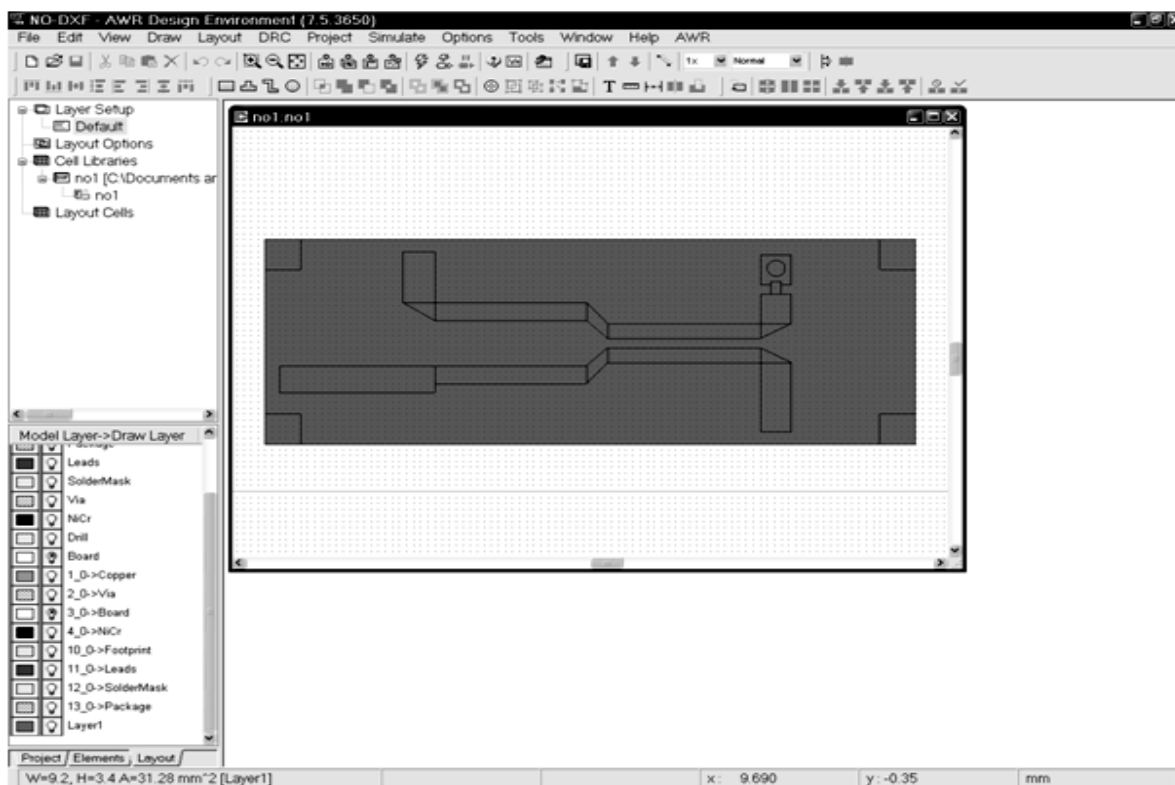

Рис. 5.116
5. В окне менеджера топологии появится библиотека топологических ячеек с именем **no1**, которая содержит топологическую ячейку с таким же именем **no1**. Дважды щёлкните левой кнопкой мышки по имени топологической ячейки. На рабочем поле откроется окно редактора топологического чертежа с импортированной структурой, а в нижней части окна менеджера топологии появится список слоёв черчения, имеющихся в LPF файле (рис. 5.116).